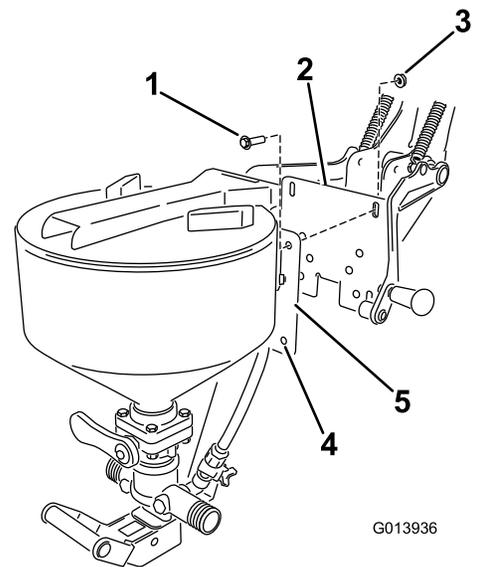

Figure 17
4. Alignez les trous de la plaque de montage de l'éjecteur sur les trous allongés de la plaque d'appui du berceau (Figure 17). Utilisez quatre boulons (3/8 x 1 pouce), et quatre contre-écrous (3/8 pouce) pour monter l'éjecteur. Ne serrez pas à ce stade.